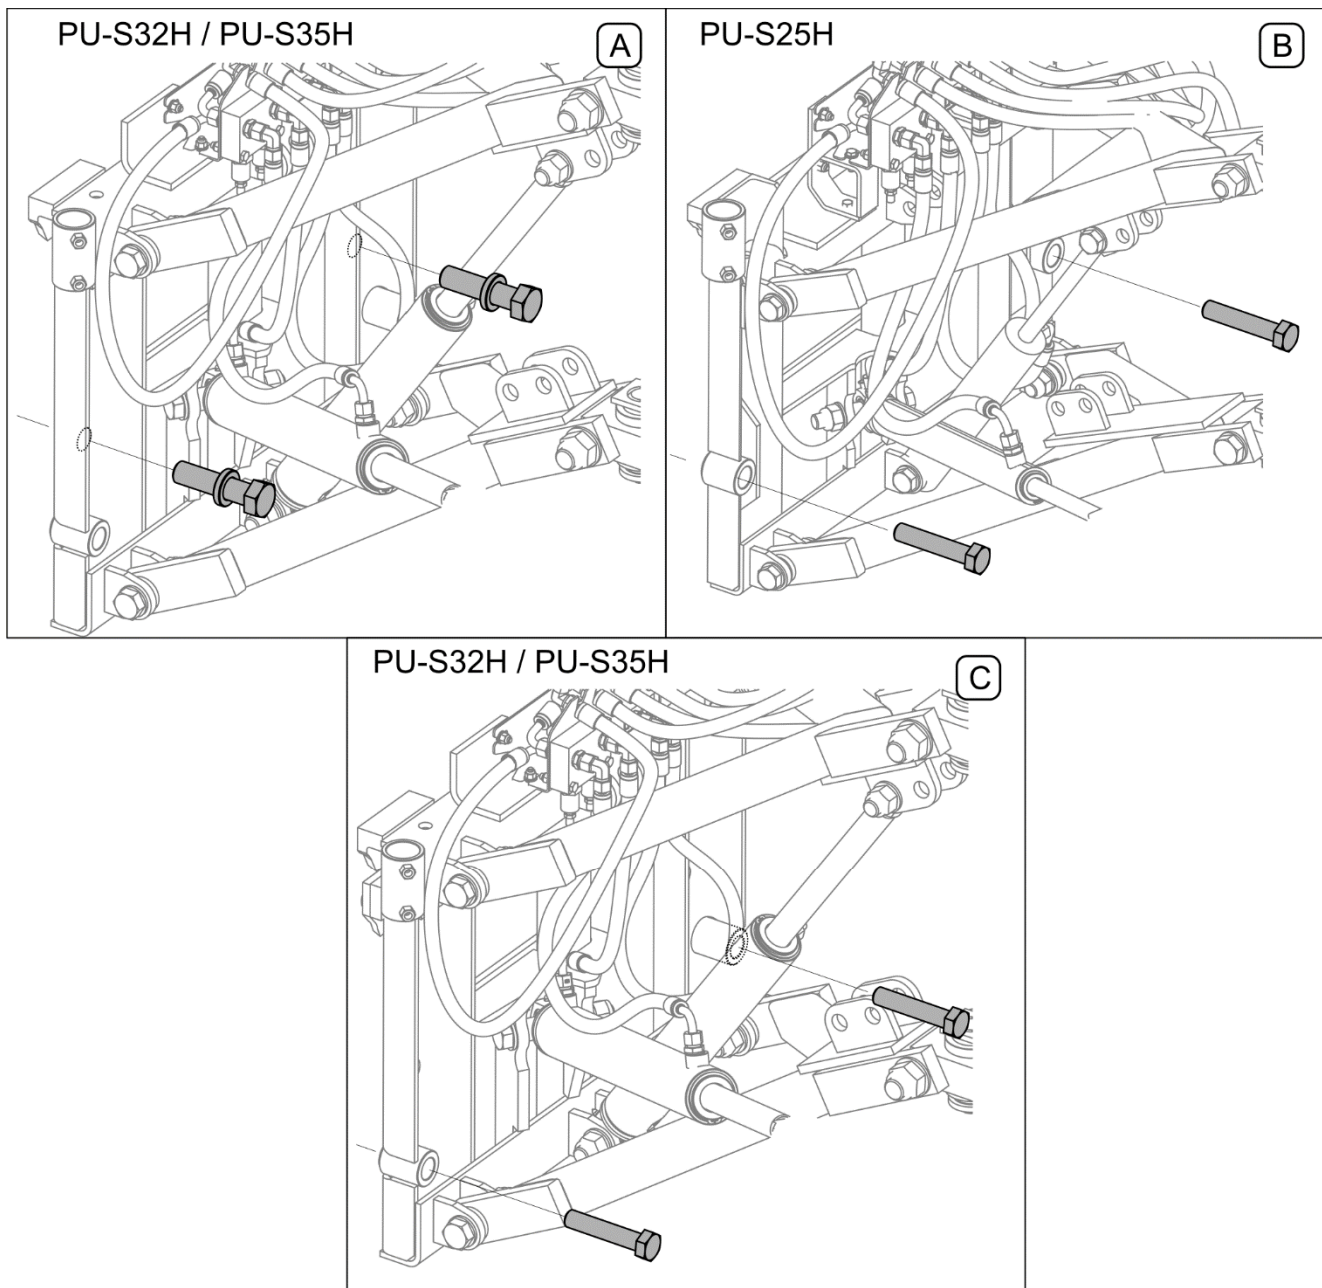
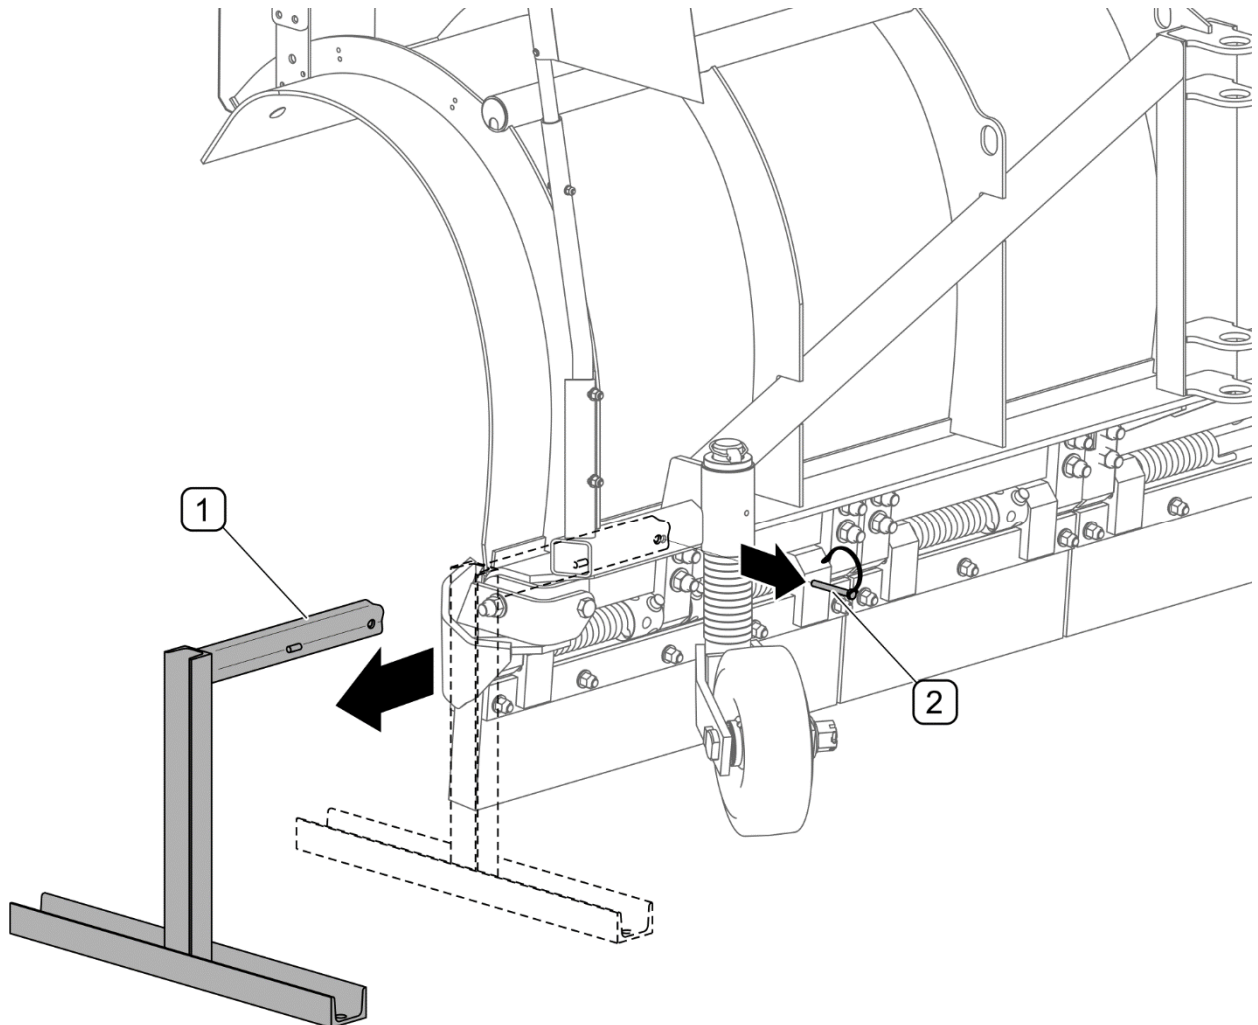
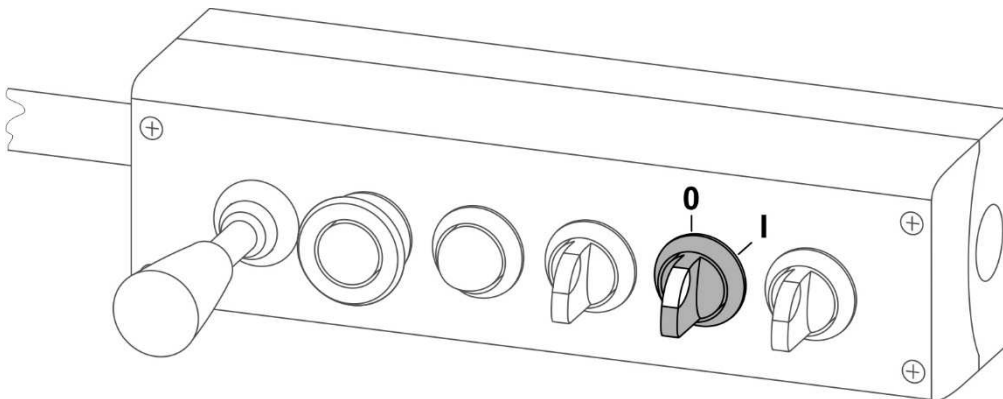

FIGURE 4.5 Boulons fixant la plaque du système de suspension
FIGURE 4.6 Démontage des béquilles
FIGURE 4.11 Commutateur de fonction d'agrégation
de la plaque frontale du porteur. Régler le commutateur « agrégation » (FIGURE 4.11) sur le panneau de commande à la position (I) « marche ».
- 4) Si le positionnement relatif des crochets et de la plaque frontale du porteur est correct, éteindre le commutateur « agrégation » (FIGURE 4.11) et abaisser le système de suspension jusqu'à ce que les crochets du chasse-neige soient placés sur les fentes de la plaque frontale du porteur. Soulever le chasse-neige et vérifier que la fixation est correcte. Utiliser les deux boulons pour fixer le cadre du système de suspension du chasse-neige (FIGURE 4.5). Démonter les deux béquilles (FIGURE 4.6). Le panneau de commande doit être installé dans la cabine de l'opérateur, dans un endroit facilement accessible.
- 4) Si le positionnement relatif des crochets et de la plaque frontale du porteur est correct, il faut abaisser le système de suspension du chasse-neige jusqu'à ce que les crochets du chasse-neige soient placés sur les fentes de la plaque frontale du porteur. Soulever le chasse-neige et vérifier que la fixation est correcte. Utiliser les deux boulons pour fixer le cadre du système de suspension du chasse-neige (FIGURE 4.5). Brancher la fiche d'alimentation des feux d'encombrement du chasse-neige à la prise de l'installation électrique du porteur. Démonter les deux béquilles (FIGURE 4.6)
Le chasse-neige est équipé de deux béquilles (FIGURE 4.6). Pour démonter les béquilles, il faut :
- 3) Régler le commutateur « agrégation » (FIGURE 4.11) sur le panneau de commande à la position (I) « marche ». Utiliser le panneau de commande pour régler le système de suspension du chasse-neige de manière à ce que les crochets de montage se trouvent au-dessus de prises de la plaque frontale du porteur.